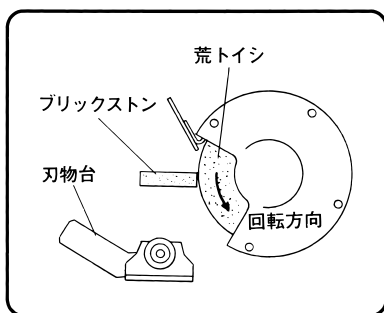

図 33
- (1) トイシの手前へ刃物台を移動します。
- (2) 付属のブリックストンをしっかり手に持って刃物台を手の支えとしてドレッシングします。
- (図33, 34)